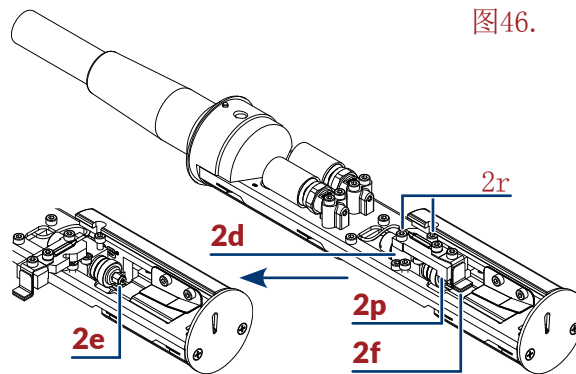

图46.
3. 拧下螺丝 **2c** (见 第223页图46) 松开喷头套 **2b**。
6. 用 **2** 号内六角扳手拧松两个固定充电电极 **2f** 的夹具 **2p** 和喷枪 **2d** 上的螺丝 **2r** (见 图46)。
7. 将充电电极 **2f** 的夹具 **2p** 按 图46 图所示掰向一边大约 **90°**。
喷头 **2** (见 第223页图46) 上带有识别喷头套是否就位的传感器。
1. 拧下螺丝 **2c**（见 第223页图46）松开喷头套 **2b**。